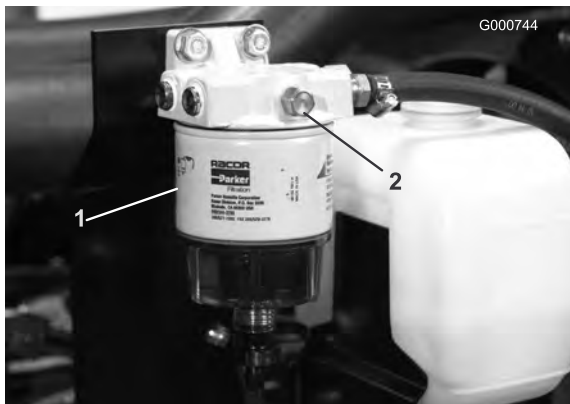

Figura 37
3. Abra el tapón de ventilación del filtro de combustible/separador de agua (Figura 37).